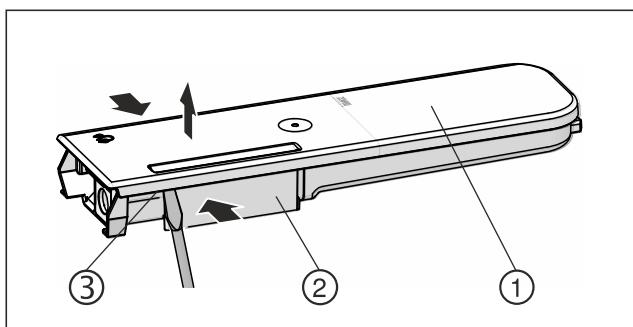

Fig. 135
- Trykk sammen vannbeholderen Fig. 135 (2) og jekk lokket Fig. 135 (1) forsiktig over låsetappene Fig. 135 (3) og trekk det opp.
- Flytt lokket Fig. 135 (1) litt fram og tilbake, og ta det av oppover.